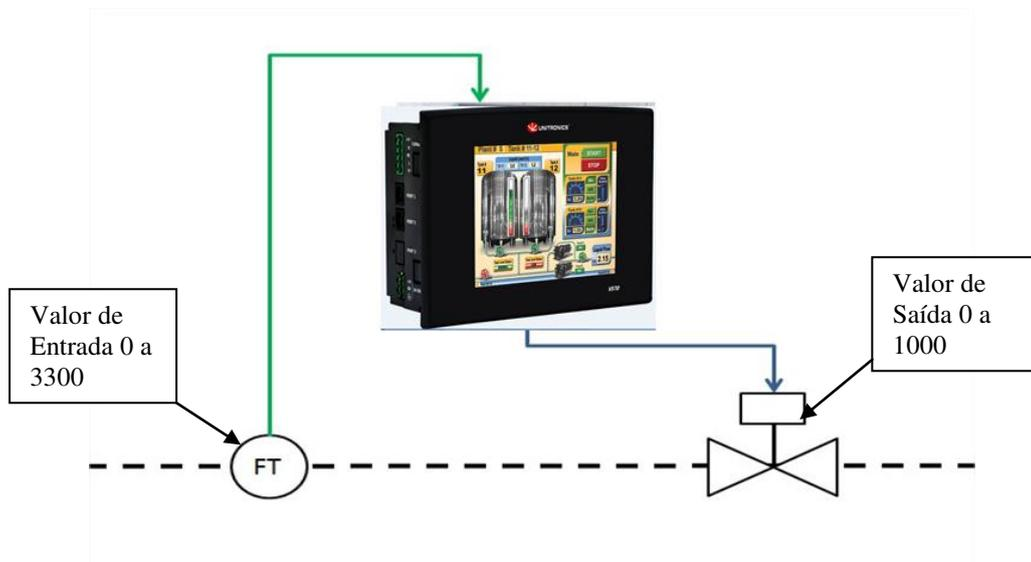

Figura 1
O PID controlará a saída através de PWM (para o nosso exemplo, válvula de controle da figura 1).
PID Set Point	É o valor alvo do processo, O Set Point e a Variável de Processo devem ter a mesma unidade de engenharia. O valor inserido no CLP da figura 1
Process Value (PV)	É a realimentação do processo. O retorno para a função PID. O FT da figura 1